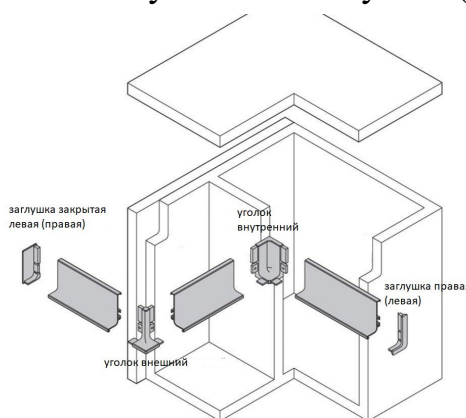

Рис. 9
1. Для монтажа горизонтального гола-профиля (Рис. 8) на корпусе предусмотрены вырезы (не оклеены кромочной лентой). Во время монтажа необходимо вручную выровнять профиль с плоскостью корпуса и закрепить при помощи специальных монтажных уголков (Рис. 9).